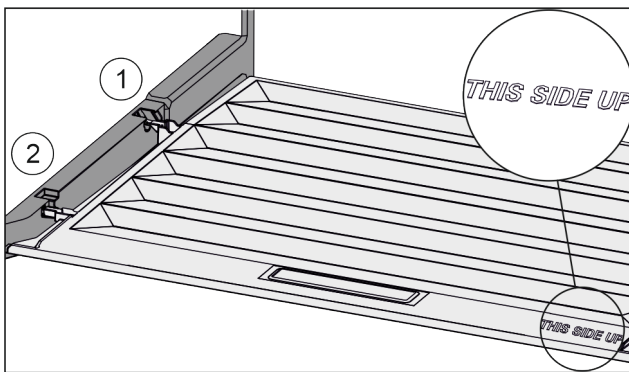

Fig. 138
- ▶ Introduire les rainures du couvercle par l'orifice du support arrière Fig. 138 (1) et les enclencher à l'avant dans le support Fig. 138 (2).